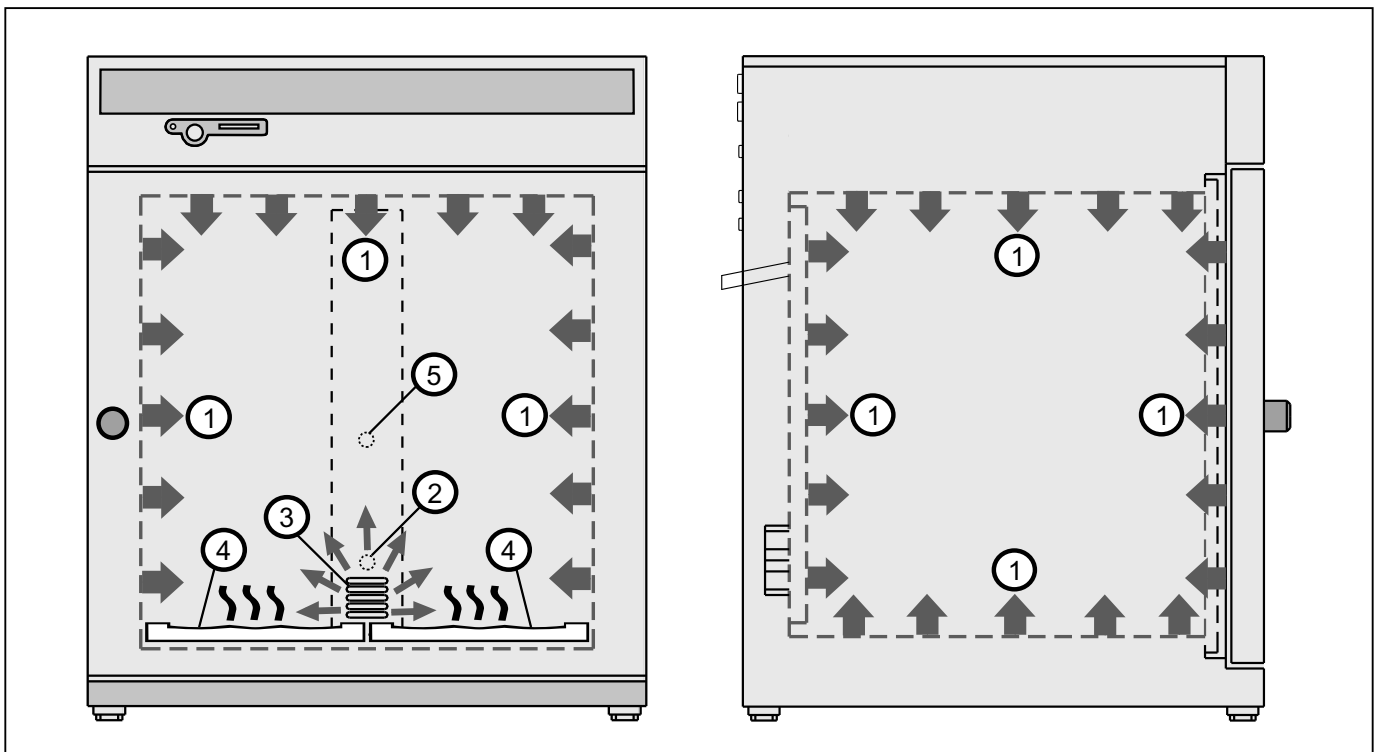

Fig. 3 Modo de funcionamiento de los incubadores INCO
El aire del incubador se calienta a través de un amplio sistema de calefacción periférico (Fig. 3, n.º 1). El gas  $\text{CO}_2$  y/o  $\text{N}_2$  se conduce a través de un filtro estéril hasta la cámara de trabajo. Debido a que el peso específico del  $\text{CO}_2$  es notablemente superior al del aire, el gas se queda en la cámara de trabajo en la zona situada encima del ventilador interior de la cámara (2). El sistema de ventilación (3) sin turbulencias de la cámara se encarga de realizar la distribución uniforme de los gases con el fin de generar una atmósfera homogénea.
- ▶ Sistema de calefacción periférico de gran superficie con capa de conductividad térmica adicional (véase la Fig. 3)